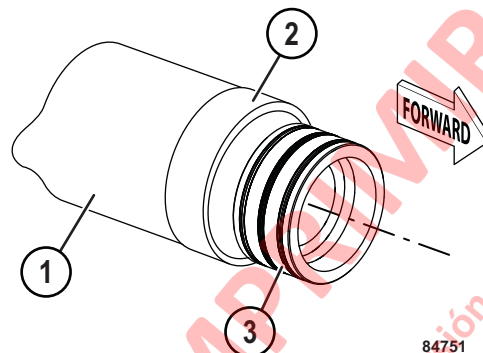

FIGURA 3-24. CONJUNTO DEL PISTÓN
1. Cubra el conjunto del pistón (3, Figura 3-24) con una pequeña cantidad de vaselina.
2. Instale el pistón (3). Empújelo hacia el centro de la caja.
3. Utilice la herramienta de montaje del pistón (2, Figura 3-24) para deslizar el conjunto del pistón (3) dentro de la camisa con la parte cóncava hacia el extremo de la válvula de carga del cuerpo del cilindro del acumulador (1). Empuje el conjunto del pistón hacia el centro del cuerpo.